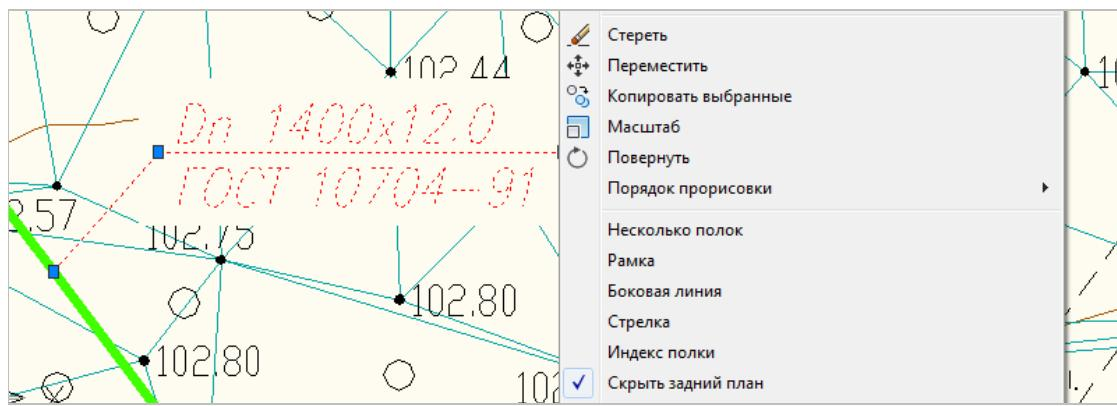

Рис. 124 Редактирование информационных сноsek при помощи контекстного меню
**Чтобы отредактировать текст информационной сноски нужно** в настройках **Система Трубопровод** (меню *Трубопровод / Настройки / Оформление планов*) в группе *Информационные сноски* в поле *Шаблон надписи на сноске* задать текст сноски (см. Шаблоны надписей) и задать графические настройки текста (стиль, высота, поворот и др.). Редактирование графического отображения доступно также и в контекстном меню на сноске (см. рис. 124).